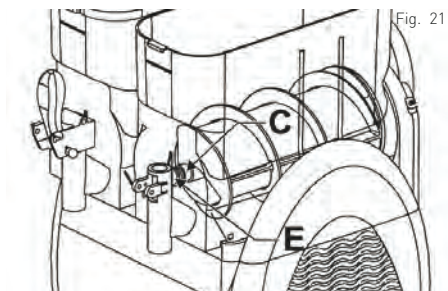

Fig. 21
- Ensuite montez le réservoir dans une place appropriée, soulevez doucement la partie avant de la vis sans fin en la mettant dans la position souhaitée (E) par rapport au réservoir. (Voir : Fig. 21).